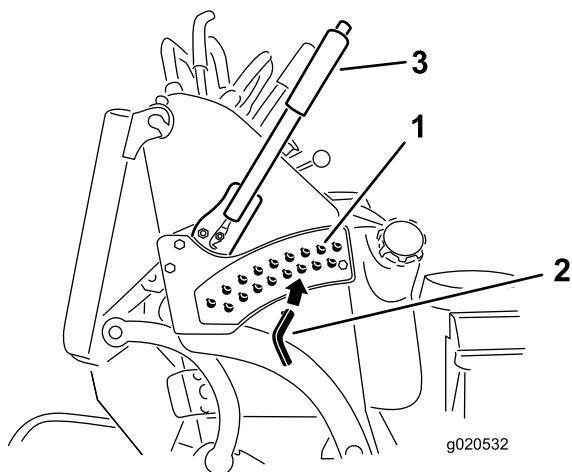

Figura 21
3. Selecione um orifício, no suporte da altura de corte, que corresponda à altura de corte desejada e insira o pino (Figura 21).
4. Empurre o botão na parte superior e desça a alavanca da altura de corte para o pino (Figura 21).